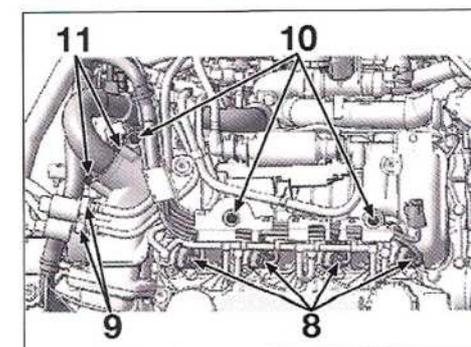

FIG. 39
- Sacar los conectores (8) y las tuberías (9) (Fig.39).